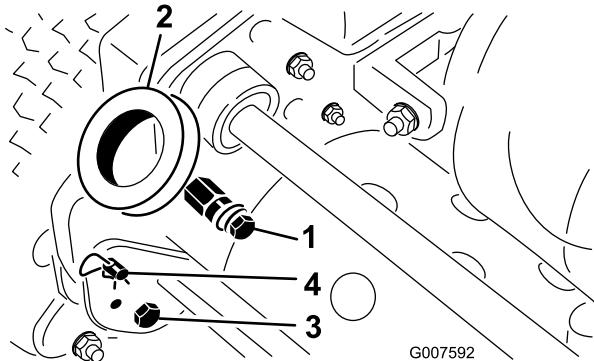

Figura 2
1. Retire o parafuso, anilha e anilha de bloqueio da cavilha e move os pinos em cada um dos lados do cortador (Figura 2).
2. Retire os parafusos e porcas de bloqueio da parte inferior dos braços do manipulo de cada lado do cortador (Figura 2).
3. Retire os pinos de segurança e ganchos de anel que prendem os braços do manipulo para a parte posterior do chassis (Figura 2).
4. Insira as extremidades do manípulo através dos orifícios nos braços do manípulo e alinhe os furos com os pinos de montagem (Figura 2).
1. Retire o pino de segurança do gancho de anel em cada lado do cortador (Figura 2).
2. Enquanto segurar no manípulo, retire o gancho de anel de cada lado e suba ou desça o manípulo até o colocar na posição desejada para a sua utilização (Figura 2).